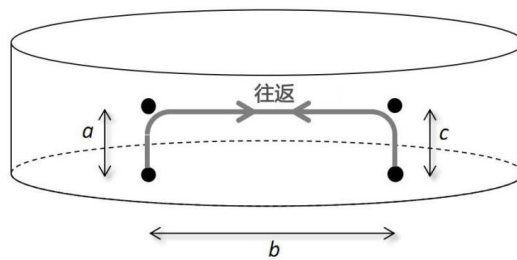

图 8-1 标准节拍周期测量轨迹
- 上表标准节拍周期为机器人在负载 3 kg 时往返 $a*b*c$ 为 25 mm*305 mm*25 mm 轨迹测得，如图 8-1 所示。